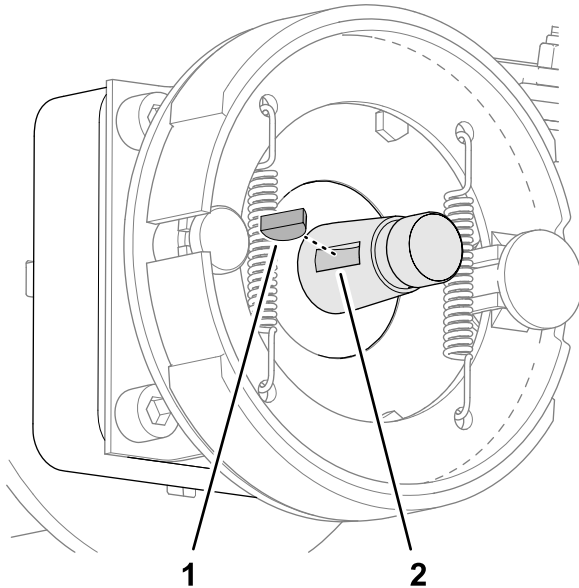

図 72
2. ホイールモータのシャフトに半月キーを取り付ける図 72。